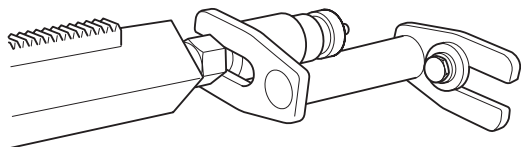

Fig.9
9. För ytterligare säkring av borrhjälaren kan expanderfäste användas (Fig. 9). Fästet justeras mot stämpskruven och fixeras i väggen med en expanderbult. Säkra med låsmutter 30 mm.
9. Som en yderligere sikring af boresøjlen kan ekspanderbeslaget anvendes (Fig. 9). Beslaget justeres mod stempelskruen og fastgøres i væggen med en ekspansionsbolt. Det sikres med en 30-mm-låsemøtrik.
9. För ytterligare sikring av borsøylen kan ekspanderfeste benyttes (Fig. 9). Festet justeres mot søyleskruen og fikseres i veggen med en expanderbolt. Sikre med låsemutter 30 mm.